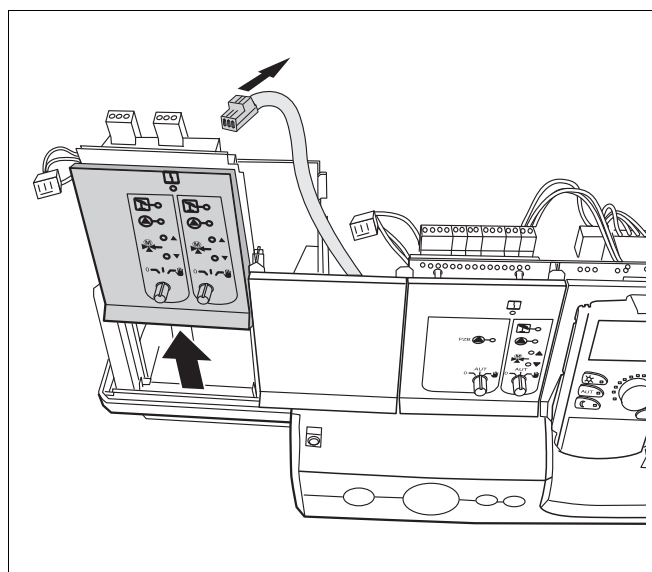

Рис. 10 Удаление функционального модуля
- Отсоедините от клемм все провода, которые связаны с удаляемым модулем (→ Рис. 10).
- Выньте модуль из разъема (→ Рис. 10).